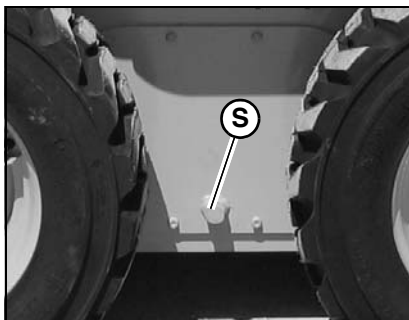

Figura 109 – Llenado del cárter de la cadena/tapones de comprobación
3. Retire el tapón de comprobación/llenado (S, Figura 109) de cada caja del cárter de la cadena. Si el aceite puede tocarse con el dedo, el nivel es adecuado.
4. Si el nivel está bajo, agregue aceite por el tapón de comprobación, hasta que el nivel de aceite llegue al borde del orificio. Vuelva a instalar el tapón de comprobación/llenado (S).